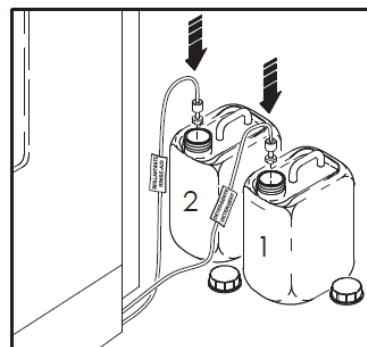

Fig. 22
- Sprawdź poziom płynu nabyłszczającego i detergentu w zewnętrznym pojemniku i wymień w razie potrzeby (rys. 22)